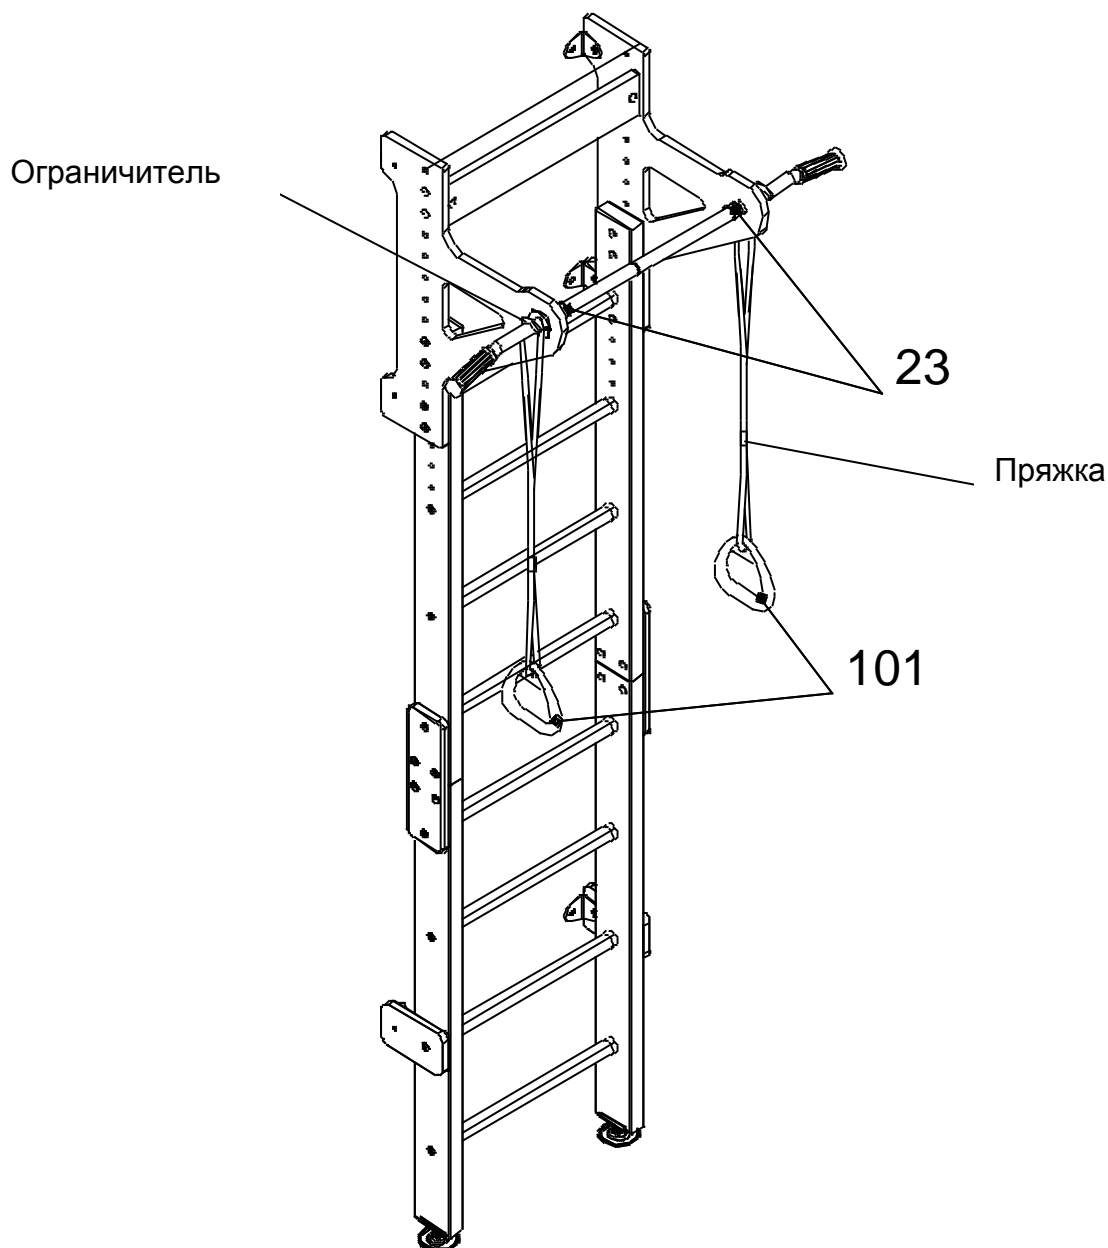

Рис. 12
10.6.2. Навесить кольца гимнастические согласно рис. 12. Регулировку необходимой длины производить пряжками.